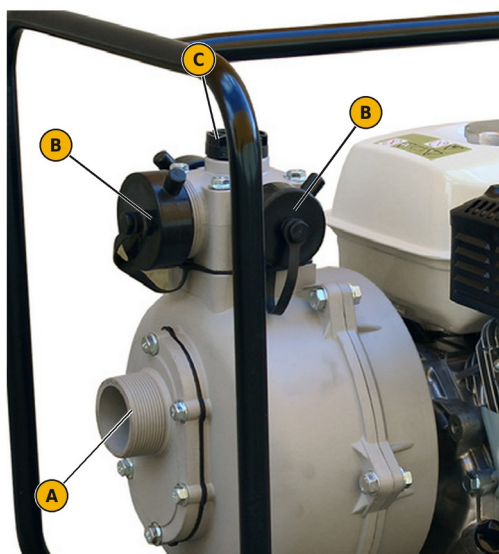

FIG. 4 — Cabezal de bomba: A, boca de aspiración; B, salidas de impulsión; C, tapón de cebado
- 1) Enrosque a mano el racor de espiga de 1½" en la boca de aspiración (FIG. 4, A), comprobando que la junta está colocada en su alojamiento.
- 1) Retire el tapón de la salida o salidas de impulsión que vaya a utilizar (FIG. 4, B) y deje cerradas las demás con su tapón y su junta.